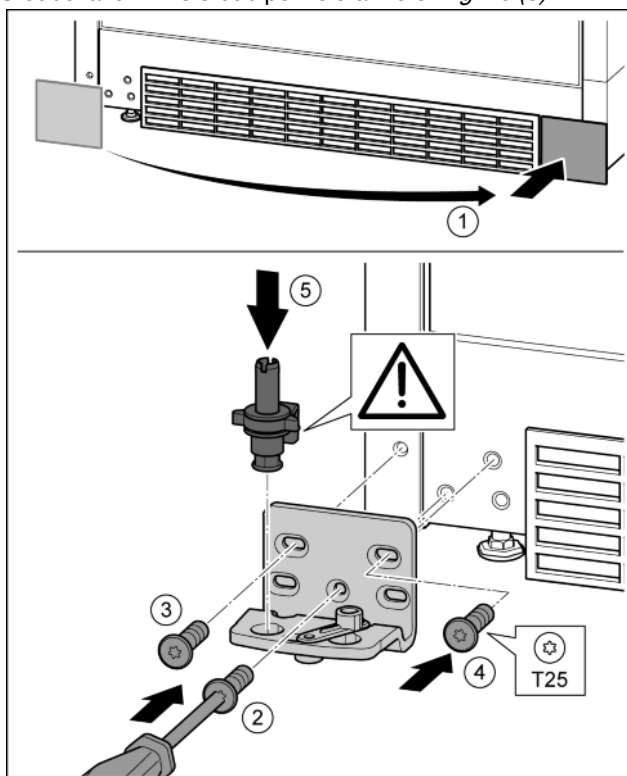

Fig. 17
- Sejměte kryt a připevněte jej na druhé straně. Fig. 17 (1)
- Nasadte stojan ložiska na druhé straně a přišroubujte pomocí šroubováku T25. Začněte šroubem 2 dole uprostřed. Fig. 17 (2)
- Pevně utáhněte šroub 3 a 4. Fig. 17 (3, 4)
- Zcela vložte ložiskový čep. Přitom dávejte pozor, aby zajišťovací vačka směřovala dozadu. Fig. 17 (5)